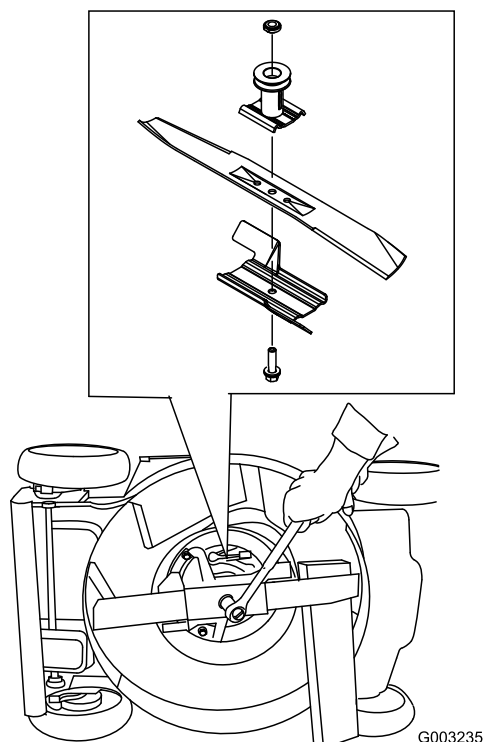

Figura 33
3. Utilice un bloque de madera para inmovilizar la cuchilla (Figura 33).